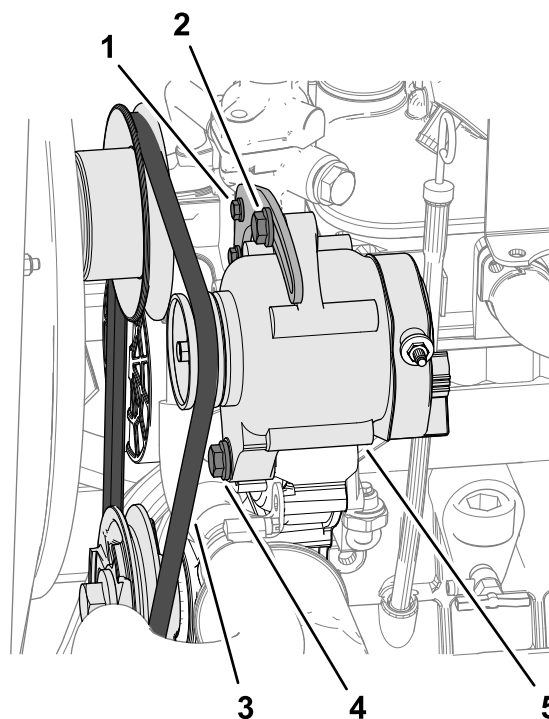

Figure 83
4. Exercez une force de 10 kg sur la courroie d'alternateur (Figure 83) à mi-chemin entre les poulies.
- Si la courroie présente une flèche de moins de 10 mm, desserrez le boulon de pivot de l'alternateur et le boulon de tension (Figure 83), et réduisez la tension de la courroie.
- Si la courroie présente une flèche de plus de 10 mm, desserrez le boulon de pivot de l'alternateur et le boulon de tension (Figure 83), et augmentez la tension de la courroie.
Remarque: Au besoin, desserrez le boulon du support de tension (Figure 83).
6. Serrez les boulons (Figure 83).